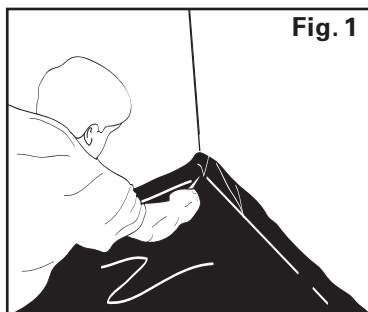

Fig. 1
2. Unroll the *MoistureBarricade* polyethylene film. Cut the film about 2 inches longer than the room length on each end. Run the film 2 inches up on each wall (see Fig. 1). This 2 inch perimeter running up the walls provide a moisture-proof enclosure for the flooring.
2. Dérouler la feuille en polyéthylène de *MoistureBarricade*. Couper le film en ajoutant 2 po à chaque extrémité de la longueur de la pièce. Faire en sorte que le film monte le long du mur sur 2 po (voir Fig.1). Ce périmètre de 2 po montant le long des murs protège le revêtement de l'humidité.
2. Desenrolle la lámina de polietileno *MoistureBarricade*. Corte la lámina aproximadamente unos 5 cm más largo que el largo del área de instalación en cada extremo. Deje correr los 5 cm de más hacia arriba en cada pared (ver la fig. 1). Estos 5 cm de perímetro hacia arriba en las paredes proporcionan una impermeabilidad completa para el piso.